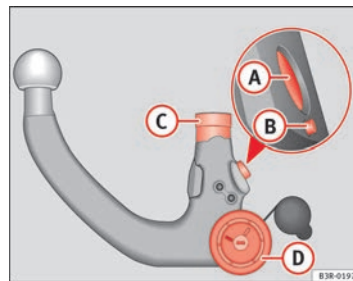

Fig. 164 Dispositif d'attelage amovible : boule d'attelage
- Vérifiez l'état et la propreté de la boule d'attelage au niveau du pivot de verrouillage (A), du pivot de déclenchement (B), de la tige d'introduction (C) et de la molette (D) ⇒ page 217, fig. 164.